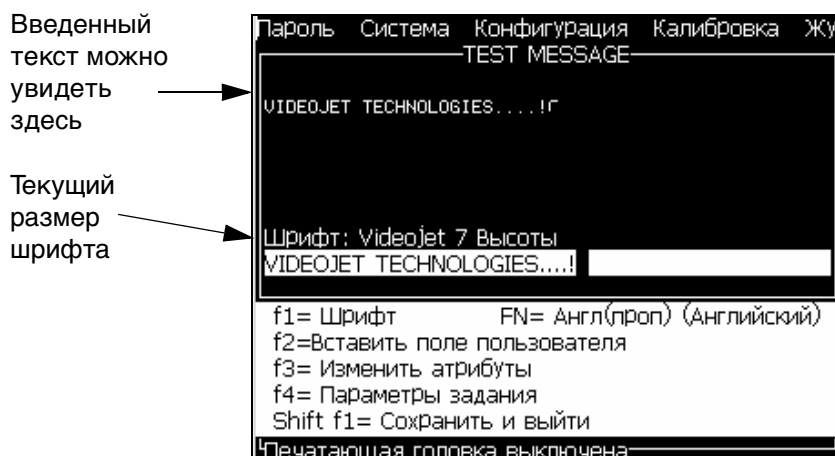

Рисунок 5-6: Создание нового сообщения
- 4 Нажмите кнопку Enter (ввод). Появится окно “Message Editor” (редактор сообщений) (смотрите Рисунок 5-6 на странице 5-18).